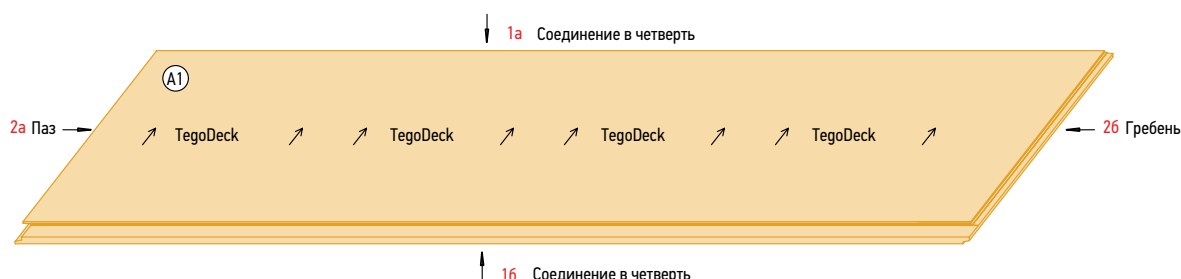

Рис. 2.17. Кровельная плита TegoDeck
- **Компенсировать возможное расширение.** Для компенсации объемного расширения, возникающего при изменении влажности, стандартные плиты ОСП-3/ФСФ следует устанавливать с зазором 3–4 мм, при использовании кровельных плит TegoDeck такой зазор уже предусмотрен в системе специального замкового соединения «четверть» или «паз-гребень» (см. рис. 2.17).